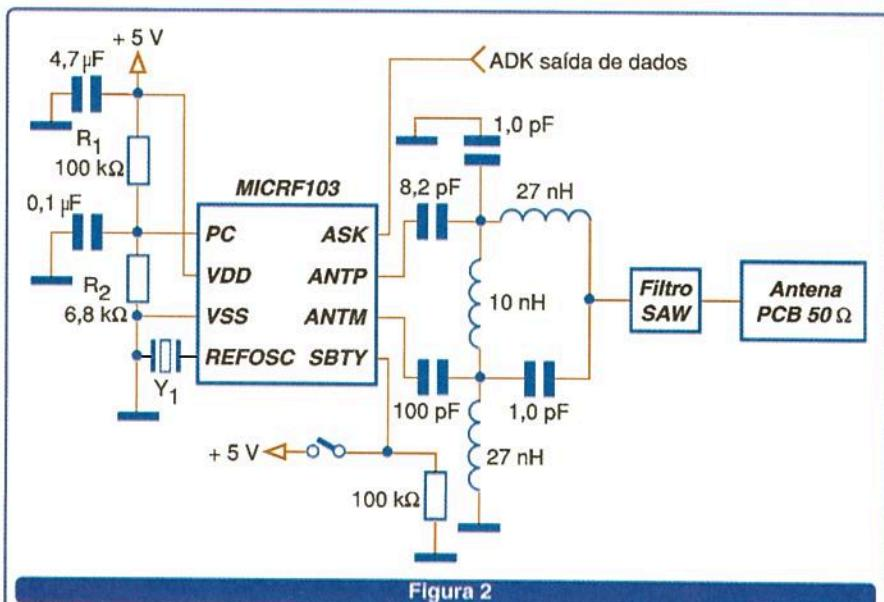

Figura 2
Na figura 2 temos um circuito de aplicação para recepção de sinais OOK em 915 MHz.
Na figura 2, podemos observar ainda a existência de dois capacitores externos ( $C_{th}$  e  $C_{agc}$ ) e um componente de temporização (CR), normalmente um cristal.